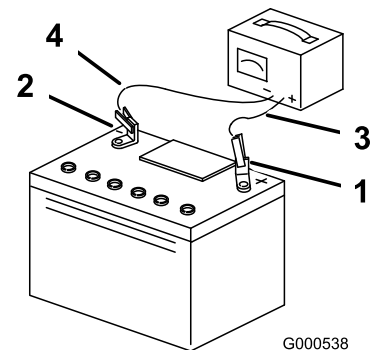

Figura 75
- Cuando la batería esté completamente cargada, desconecte el cargador del suministro eléctrico, y desconecte los cables del cargador de los bornes de la batería (Figura 75).